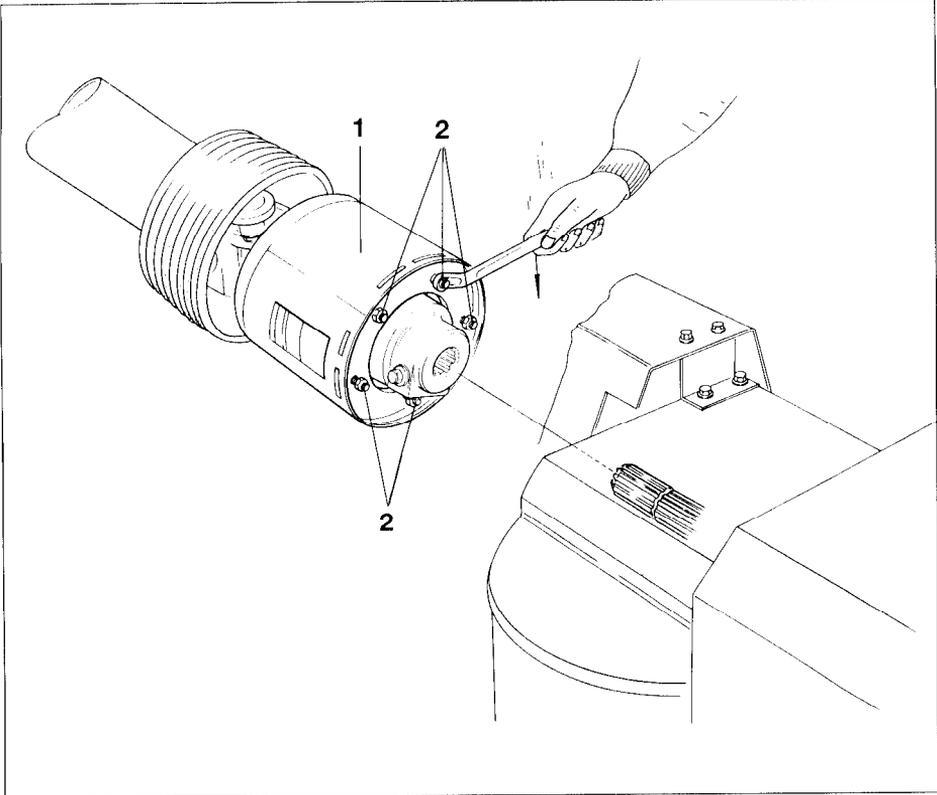

Fig. 14.12
Beim Blockieren der Kreisel durch Steine oder andere Fremdkörper zwischen den Zinken verhindert die Reibkupplung EK 96/4 R (Fig. 14.12/1) Schäden an den Getriebeelementen. **Darum muß die Funktion der Reibkupplung immer sichergestellt sein.**
2. Alle Skt.-Mutter (Fig. 14.12/2) bis zum Anschlag anziehen. Hierdurch werden die Reibscheiben entlastet.
5. Alle Skt.-Mutter (Fig. 14.12/2) wieder so weit zurückdrehen, bis ca. 5 mm Luft zwischen den Muttern und der Scheibe ist.